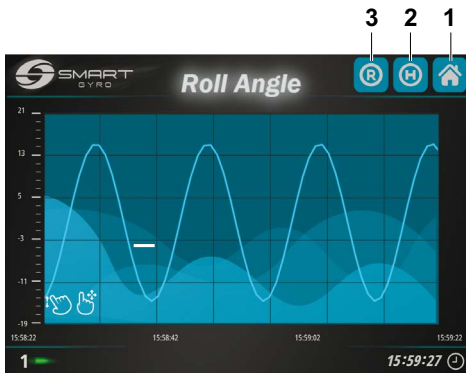

Figura 26
la página de ángulo de balanceo se visualiza en la pantalla (Figura 26).
Presionando el icono "R" en la esquina superior derecha (Figura 26, (3)), se inicia la visualización del gráfico; el gráfico se desplaza hacia la izquierda.
Presionando el icono «H» (Figura 26, (2)), la pantalla visualiza los datos almacenados en la memoria no volátil de la pantalla, como un proceso en segundo plano.
Al presionar el icono de Inicio en la esquina superior derecha (Figura 26, (1)), volverá a la página de Inicio.